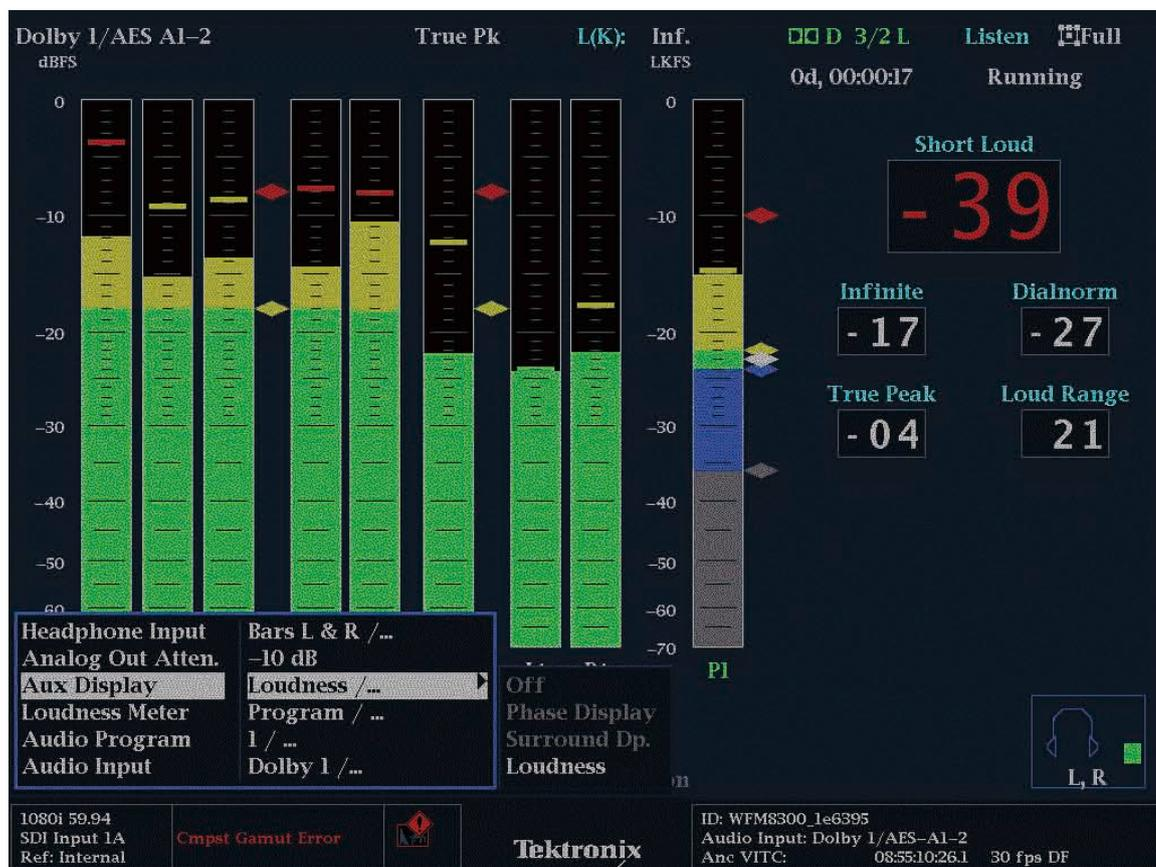

図4 ラウドネス測定のリードアウト表示
5. サブメニューよりLoudnessを選択し、SEL（セレクト） ボタンを押す。（図4）